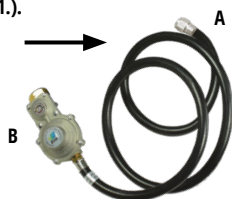

Fig. 1
- 6 Conectați furtunul de conectare la gaz la ieșirea GPL de pe panoul generatorului (partea A se conectează la ieșirea GPL de pe panoul generatorului, Fig 1.).
- 7 Conectați furtunul cu partea la care e montat reductorul la butelia de gaz (partea B este conectată la butelie, Fig. 1).